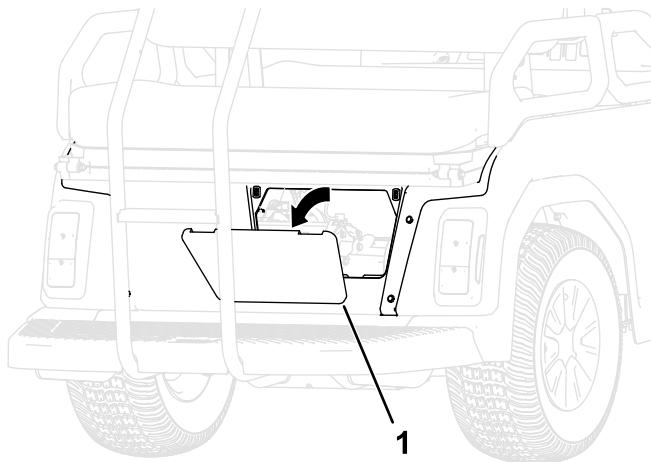

Bild 17
2. Entfernen Sie die hintere Abdeckung des Fahrzeugs (Bild 17).